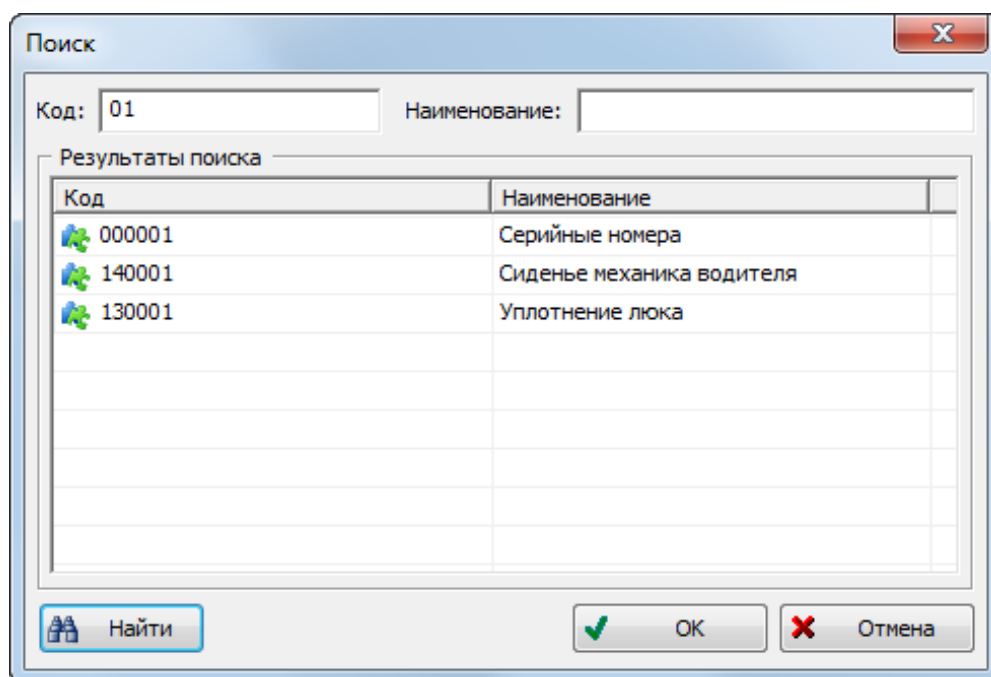

Рис. 13-49 – Поиск опциона по справочнику опционов
- 2) Нажать кнопку «Найти» панели «Опционы» на вкладке «Редактирование». После этого появится окно «Поиск» (рис. 13-49).